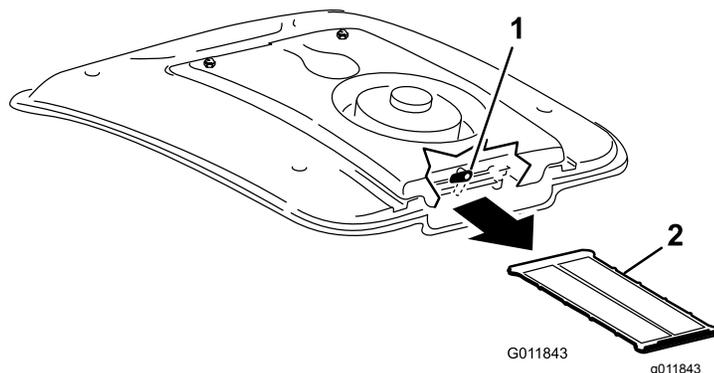

Рисунок 51
- Установите в боковое положение защелку на задней стороне опоры вентилятора (**Рисунок 51**).
- Вытяните решетку кондиционера из-под змеевика кондиционера (**Рисунок 51**).
- Тщательно очистите решетку сжатым воздухом (**Рисунок 51**).